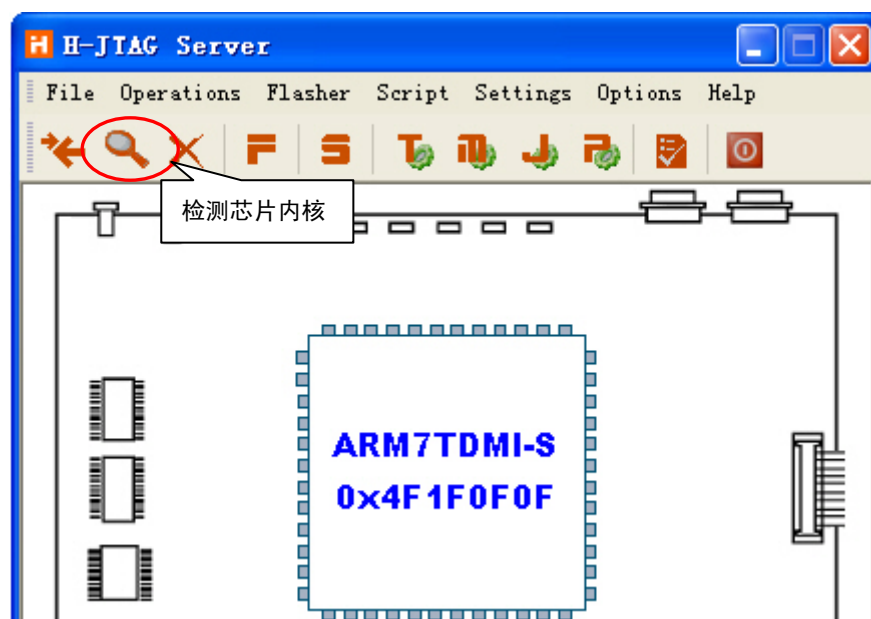

图 3.22 H-JTAG Server 检测到的芯片内核
(1) 单击任务栏的H 提示图标, 将看见H-JTAG的主窗口, 如图 3.22所示。单击“放大镜”图标按钮后, 能看见调试代理搜索到ARM7 处理器。